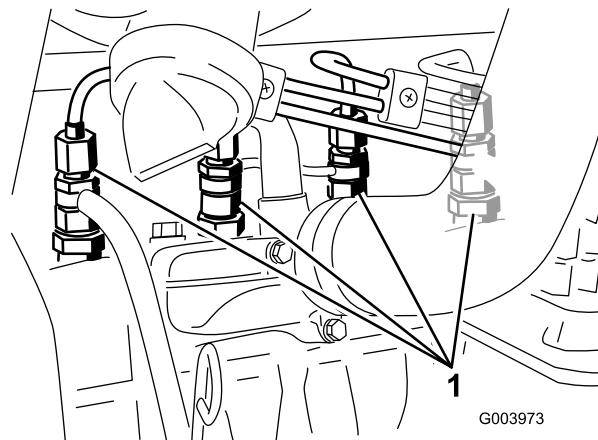

図 49
1. 燃料噴射ポンプの No. 1 インジェクタノズル（図 49）へのパイプ接続部をゆるめる。